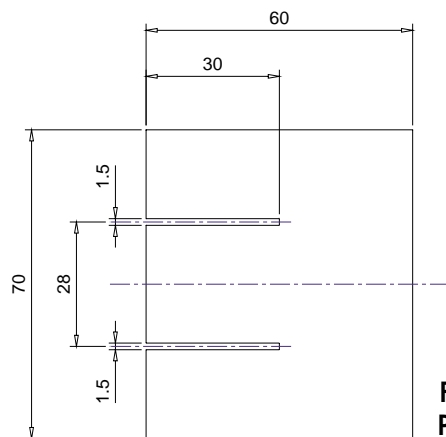
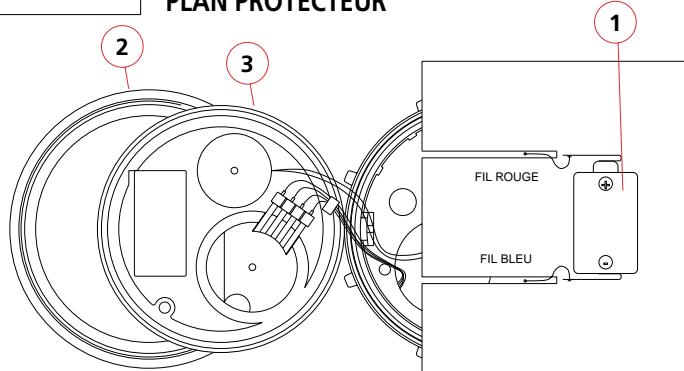

Fig.4
Fig.6
5. Afin de protéger l'appareil confectionner un protecteur en carton suivant les cotes de la figure 4. Faire passer les fils de la pile dans les fentes du protecteur et dessouder la pile usagée (voir figure 5).
6. Étamer les languettes de la nouvelle pile (1) loin de l'appareil afin d'éviter les projections de flux de soudure sur les surfaces d'étanchéité.
7. Replier les languettes de la pile puis la placer devant les fils en positionnant le fil rouge devant la borne plus (+) et le fil bleu devant la borne moins (-) (figure 6). Solder en premier le fil rouge sur la borne plus (+) et le fil bleu sur la borne moins (-). Faire très attention au boîtier avec le fer à souder.